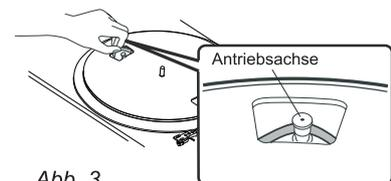

Abb. 3
4. Der Gummiantriebsriemen ist durch die Plattentellerlöcher zu sehen. Fassen Sie den Antriebsriemen und legen Sie ihn über die Antriebsachse (Abb. 3).